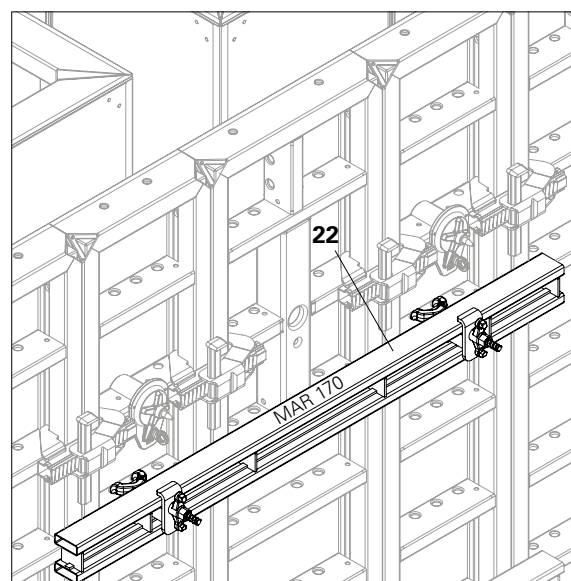

Fig. A4.07
Avec les voiles en Té, poser la filière de compensation MAR 170 (22) au milieu par rapport au voile droit extérieur. Pour cela, accrocher les doubles crochets de la filière de compensation dans les perçages centraux. (Fig. A4.07)